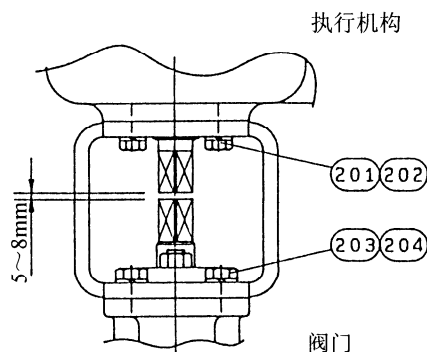

图 10-3.
- 将紧固连接件 (205) 的内六角螺栓 (206) 和弹簧垫圈 (207) 用内六角扳手松开后，拆下连接件，如图 10-3 所示状态。
- 如图 10-3 所示，将六角头螺栓 ②01 ②03 松开后，就可以将执行机构、支架、本体部分分离。在执行机构的输出端，采用传动轴插入涂有粘结剂的执行机构方孔的方式输出。传动轴可能因粘结剂老化，粘结力降低而脱落。因此在拆卸时应加以注意，防止传动轴脱落而砸伤。